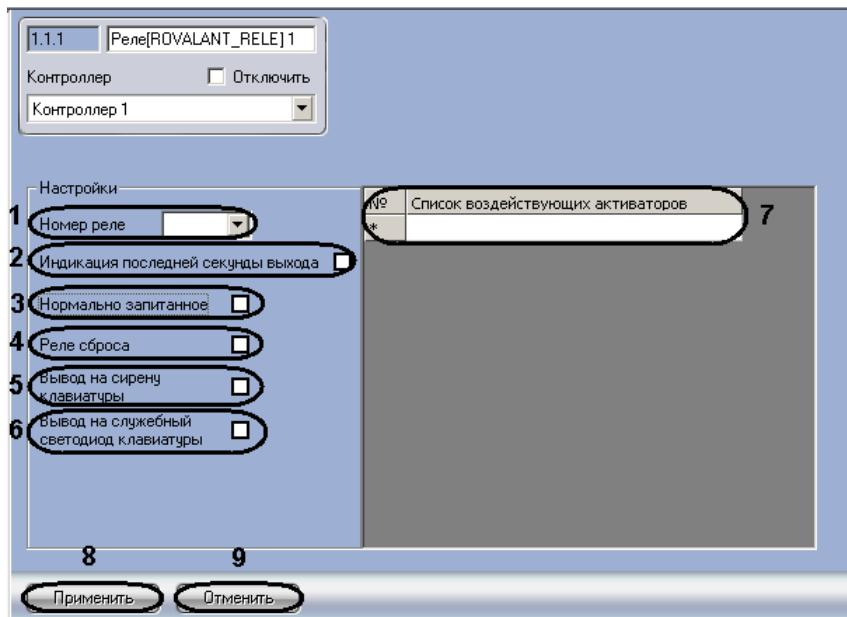

Рис. 3.8—2 Настройка реле
- Из раскрывающегося списка **Номер реле** выбрать порядковый номер реле (см. Рис. 3.8—2, 1).
- Установить флагок **Индикация последней секунды выхода**, если необходимо оповещать пользователей о последней секунде выхода, в случаях, когда для охранных шлейфов настроен параметр **Задержка выхода**. Выход реле включается по окончании времени, равного значению параметра **Задержка выхода**, на одну секунду (см. Рис. 3.8—2, 2).